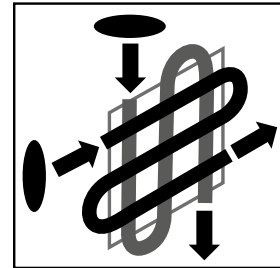

Рис. 5
10. Ведение изделия вдоль окрашиваемой поверхности осуществляйте непрерывной зигзагообразной линией в направлении, соответствующем установленному факелу: горизонтально - при вертикальном факеле; вертикально - при горизонтальном (Рис. 5);